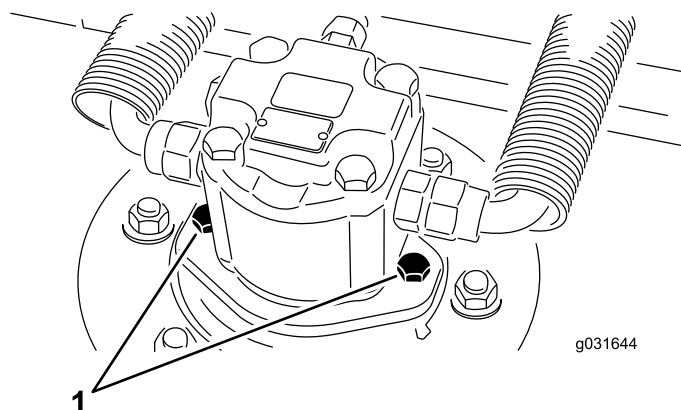

Рисунок 69
2. Выверните крепежные винты гидромотора, отсоедините и снимите гидромотор с режущего блока (Рисунок 69).
4. Установите гидромотор на режущий блок при помощи крепежных винтов гидромотора (Рисунок 69).